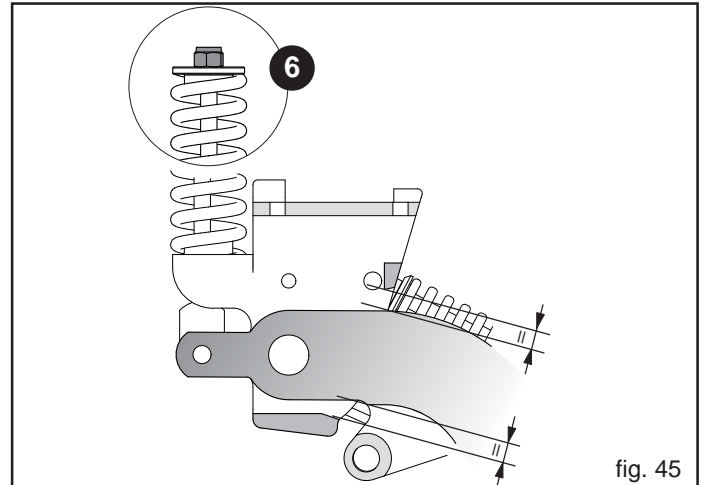

fig. 45
- 3) Verificare che l'elemento si trovi in una posizione intermedia della sua corsa (Fig. 45).
- 4) Eventualmente regolare tutte le molle d'assetto attraverso il dado (6, fig. 45) fino al raggiungimento della posizione descritta al punto 3).